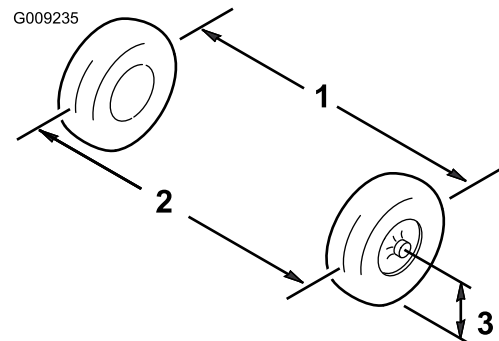

Рисунок 44
6. Измерьте расстояние между обеими передними шинами на высоте моста, с передней и задней стороны передних шин (Рисунок 44).